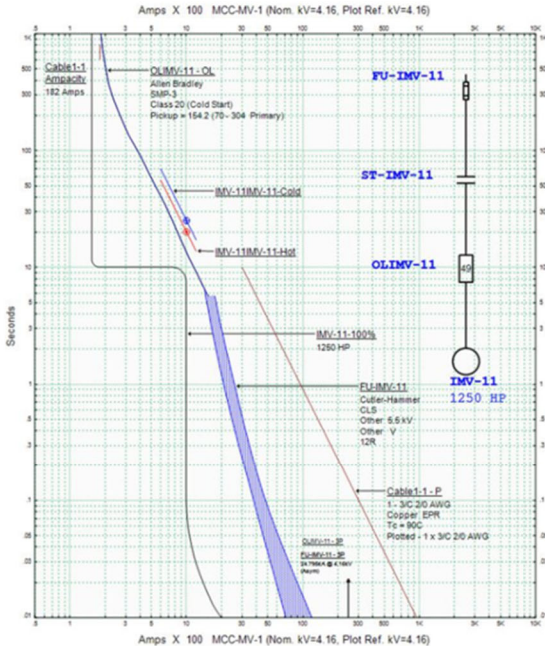

図1：電動機系統の保護協調の例
- ① 電気系統の短絡事故、電動機の始動失敗（始動渋滞）などの事故が生じた場合に、速やかに事故を検出し、速やかに事故区間を切り離すように保護装置を設定する。
- ② 発電機、変圧器、電動機およびケーブルなどの電気設備を、短絡電流や過負荷電流による損傷から防ぐために、熱的強度（ $I^2t$ ）以内に動作するように保護装置を設定する。（図1参照）